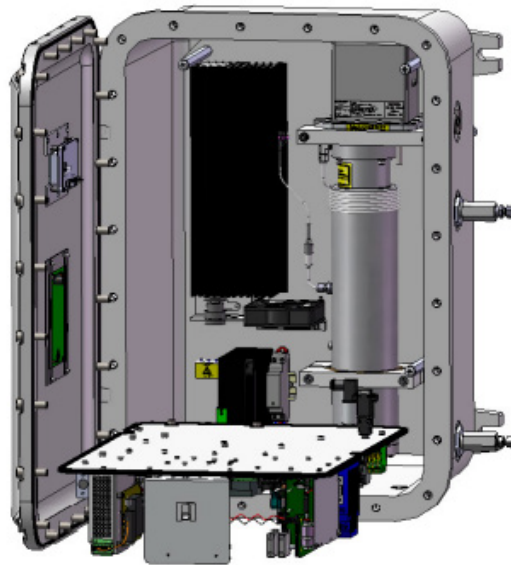

Рис. 32. Открытый блок электроники с видимой панелью обработки проб
12. Придерживайте блок электроники, не вынимая его полностью из корпуса. См. Рис. 32.